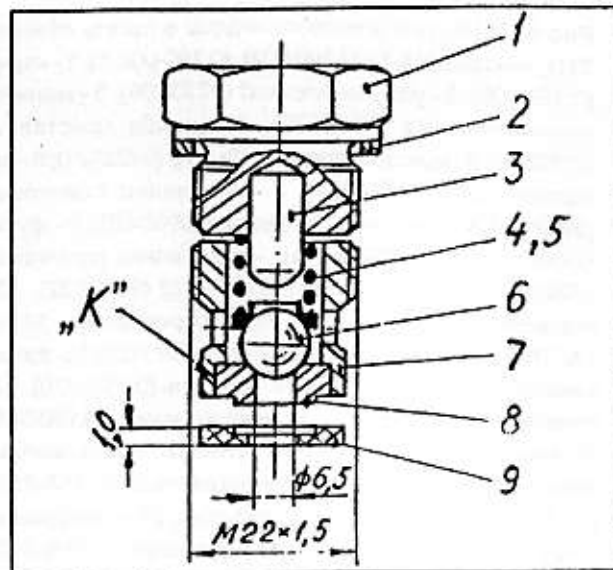

Рис. 10
5.2.7. Нагнетательный клапан (рис. 10). Седло и шарик клапана выполнены из износостойких материалов. Седло установлено и зафиксировано в зажиме седла. Седло герметизируется пластмассовым уплотнительным кольцом, а пробка - медным уплотнением.
Рис. 10. Нагнетательный клапан: (10-2.04.00А), 1 - пробка (0-010-783); 2 - уплотнение медное (99-7.01.02); 3 - штифт цилиндрический (9.930-101); 4 - пружина нагнетательного клапана агрегата (0.10-779); 5 - опора пружины (05-2.04.05); 6 - шарик 011 мм (99-4.15.01); 7 - зажим седла клапана (0.010-776); 8 - седло нагнетательного клапана (0-010-777); 9 - кольцо уплотнительное (10-2.04.09).